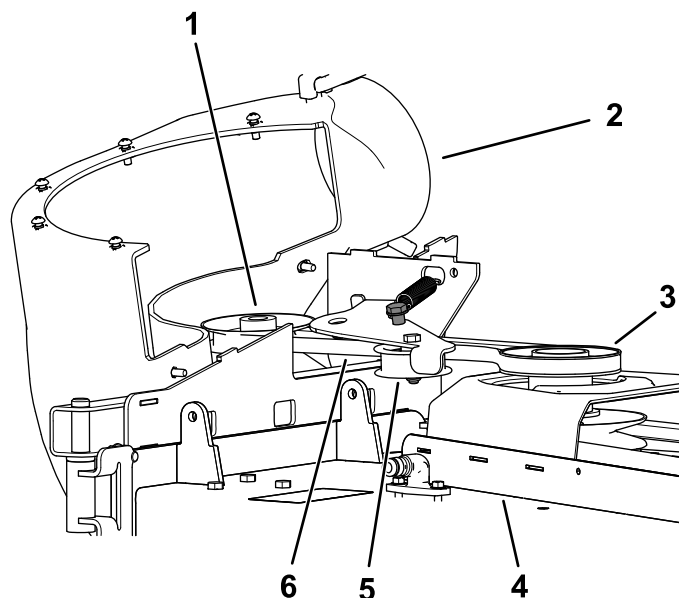

Figura 34
2. Tirate indietro la puleggia tendicinghia a molla, per allentare la tensione della cinghia (Figura 34).
6. Montate la nuova cinghia attorno alle pulegge del soffiatore (Figura 34).
8. Montate la nuova cinghia attorno alla puleggia del piatto di taglio (Figura 34).
9. Tirate indietro la puleggia tendicinghia caricata a molla e montate la cinghia sulla puleggia tendicinghia caricata a molla (Figura 34).